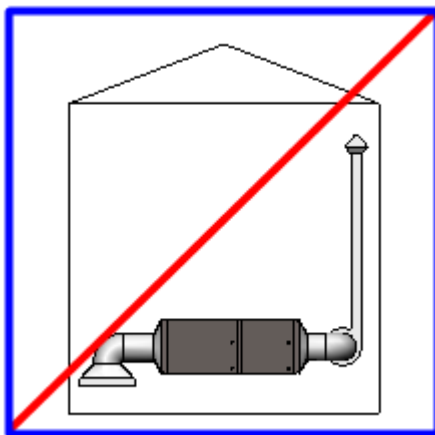

РИС. 7. ЗАПРЕЩЕНО ИСПОЛЬЗОВАТЬ ДЛЯ ОЧИСТКИ ПРИТОЧНОГО ИЛИ РЕЦИРКУЛЯЦИОННОГО ВОЗДУХА
- для очистки приточного и рециркуляционного воздуха (Рис. 7);